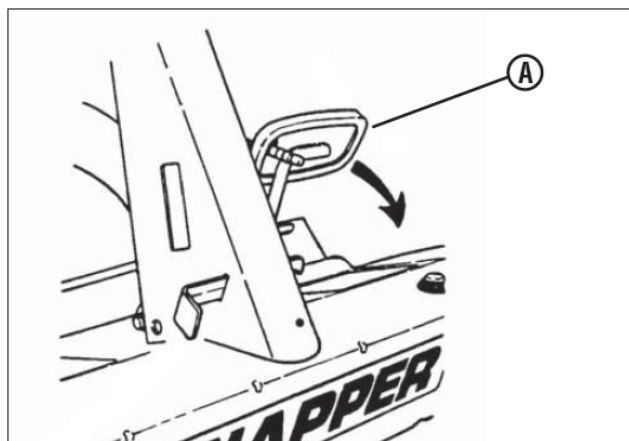

Рис. 11. Нажатие на педаль сцепления/тормоза
2. Нажмите педаль сцепления / тормоза. (А, рис. 11).